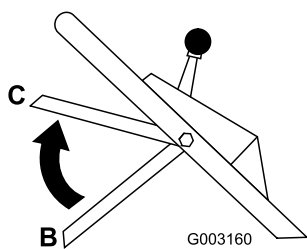

Figura 24
4. Levante la barra de control hasta la posición central, unos 13 cm por debajo del travesaño del manillar (Posición C de la Figura 24).